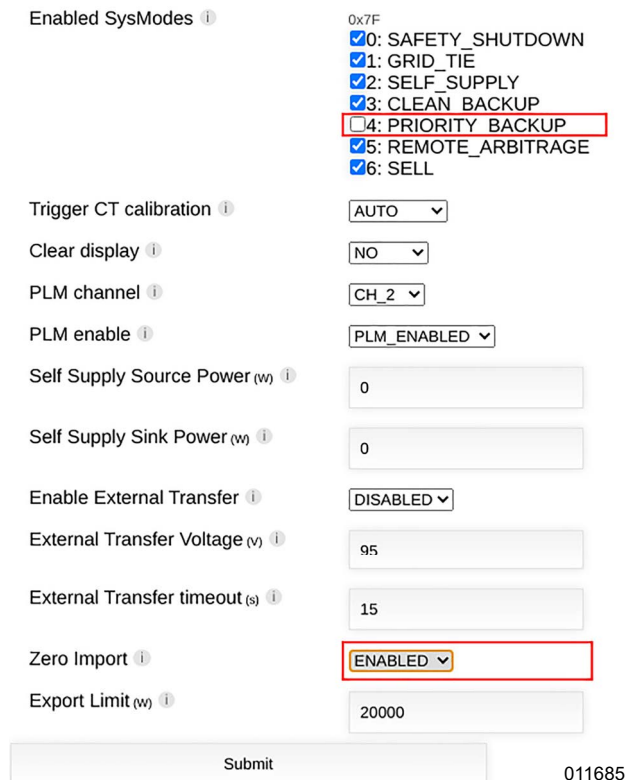

Figura 6-30. Zero Import (Importación cero)
- Consulte la Figura 6-30. Desmarque Reserva prioritaria en la lista “Enabled SysModes” (Modos de sistema activados).